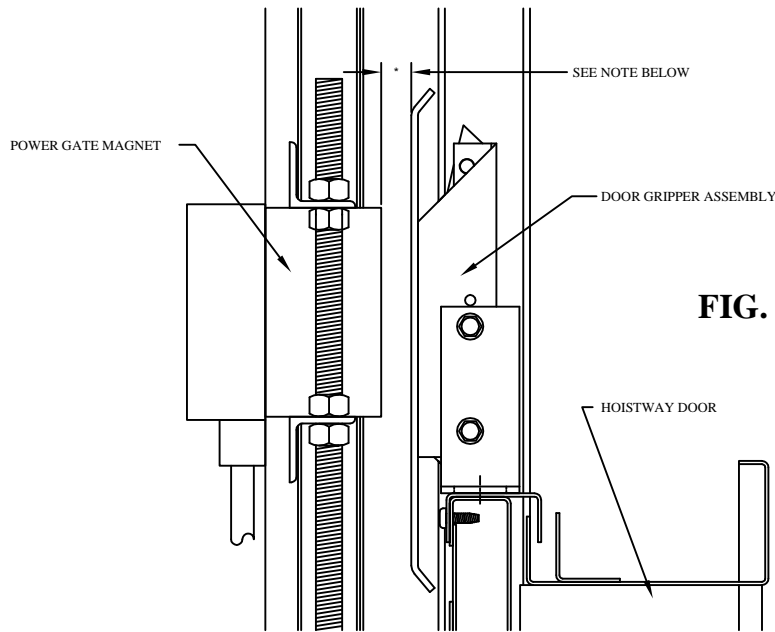

FIG. PGD001
1. Set door grippers per **Fig. PGD001**